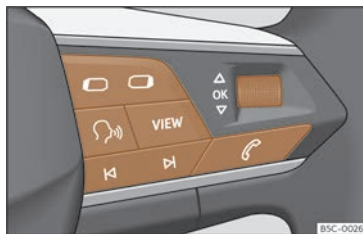

Fig. 11 Lado dereito do volante multifunción: teclas para usar os menús e as indicacións informativas do cadro de instrumentos (segundo versións).
Mentres haxa unha advertencia con prioridade 1 >>> páx. 25, non se poderá acceder a ningún menú. Algunhas advertencias pódense confirmar e ocultar coa tecla **OK** do volante multifunción >>> **fig. 11**.
- Se aparece unha mensaxe ou o pictograma do vehículo, prema a tecla **OK** >>> **fig. 11**; se é necesario, varias veces.